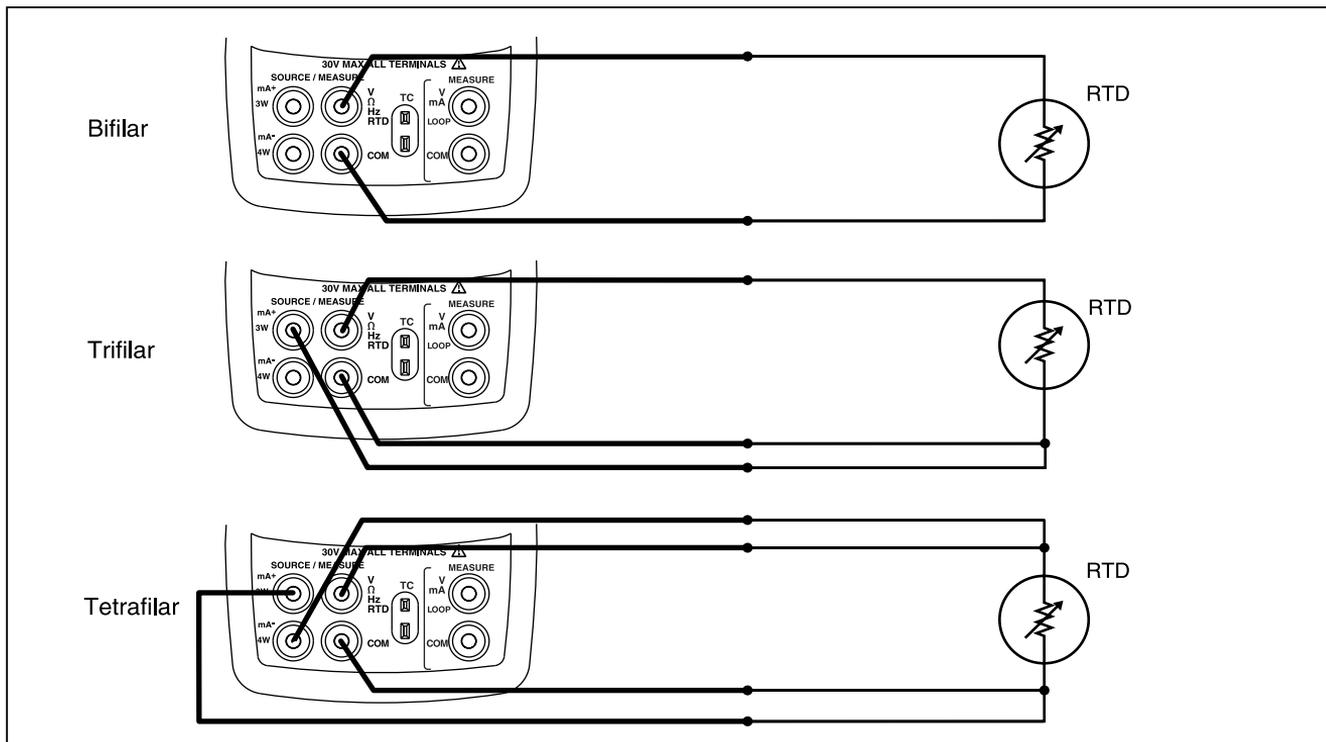

Figura 11. Medición de temperatura con un RTD, Medición de resistencia bifilar, trifilar y tetrafilar
4. Conecte el RTD a los terminales de entrada tal como se muestra en la figura 11.